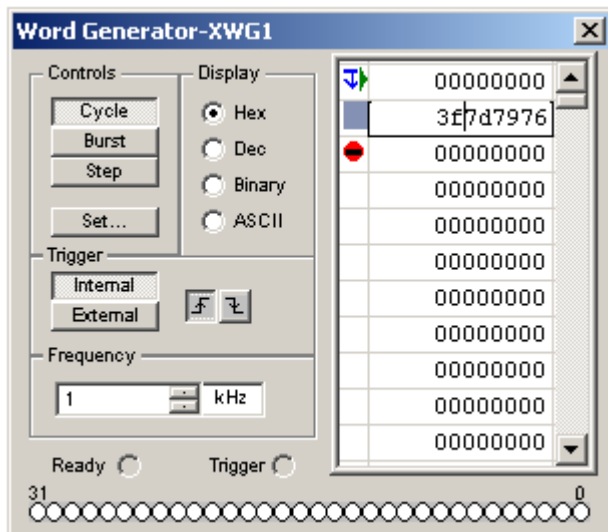

Рис. 73. Лицевая панель генератора слов (*Word Generator*)
5. После того как схема нарисована, надо открыть лицевую панель генератора слов (рис. 73), дважды щелкнув по иконке левой клавишей мыши.